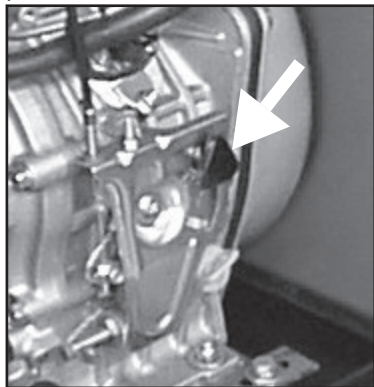

Fig. 7
- 2) Model P3500 – P4500 – P6000 – WP180 (YANMAR Motor): Vip acceleratorhåndtaget, placeret på motoren (se fig. 7), tilbage opad. Vent til motoren er helt standset og drej så nøglen over i "OFF" position.